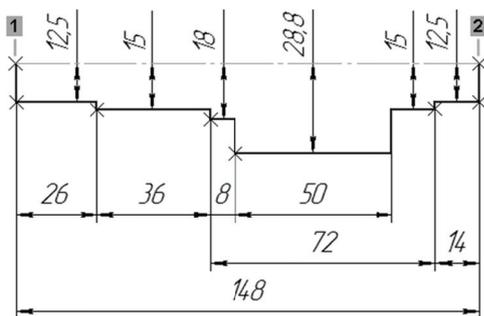

Рис. 7.4
- Для простановки вертикальных размеров указывайте попарно точку 1 и очередную точку контура. Для создания размеров в правой части эскиза удобнее использовать точку 2 (рис. 7.4).
• При создании размера общей длины контура 148 мм включите флажок **Информационный размер** (в диалоговом окне **Установить значение размера**). Необходимость его включения связана с тем, что после простановки всех предыдущих размеров геометрия контура полностью определена (рис. 7.4).